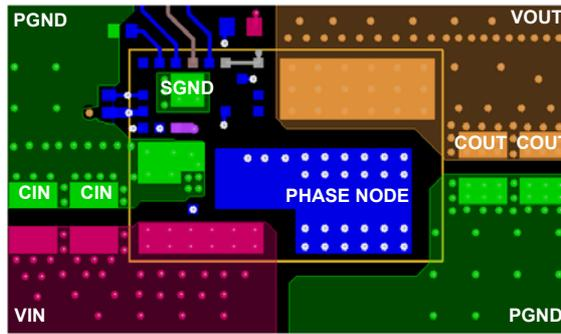
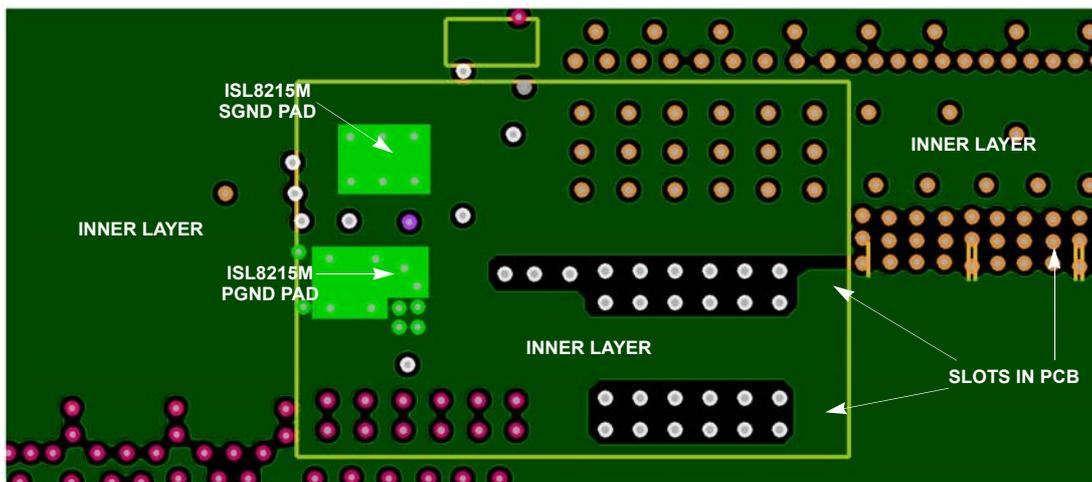

図 46. レイアウトの例 - 最上位レイヤ
図 48. レイアウトの例 - SGNDが内部レイヤ経由でPGNDへ接続されている場合
- (1) VIN と PGND との間、モジュールとできるだけ近い場所に、入力コンデンサと高周波数のデカップリング・セラミック・コンデンサを配置します。高周波数ノイズを最小に抑えるため、入力コンデンサ、VINパッド、PGNDにより形成されるループは、可能な限り小さくします。出力コンデンサは、負荷の近くに配置します。短く広い銅パターンを使用して、出力コンデンサを負荷へ接続し、寄生インダクタンスおよび抵抗を回避します。レイアウト図の例を、図 46 および 47 に示します。
- (2) VIN、VOUT、PGNDには、大きな銅パターンを使用し、伝導損失と熱ストレスを最小化します。各レイヤの電源プレーンは、十分な数のビアで接続します。
- (3) 内部レイヤ(モジュールの下)に、共有SGNDおよびPGNDを持つ堅固なグラウンド・プレーンを使用し、レイアウトの設計を簡素化します。28 ページの図 48 に示すように、スロットを使用して、スイッチング電流がモジュールのSGNDパッドを避けることを保証します。最下位レイヤ(入力コンデンサ、出力コンデンサなどを含む)のすぐ上のレイヤに、可能な限り多くのGNDプレーンを使用することをお勧めします。最上位と最下位のレイヤを使用して、EN、VCC、PGOOD信号を配線します。
- (4) スwitching周波数が300kHzで42V入力の場合、 4.02Ω 1206抵抗、および270pF X7R 0603コンデンサをPHからVINへ直列に接続する必要があります。Switching周波数が300kHzより高い場合、抵抗のサイズをディレーティングします。抵抗R5の電力損失(P_{cal})は、式 $C \cdot V^2 \cdot f$ で計算します。ここで